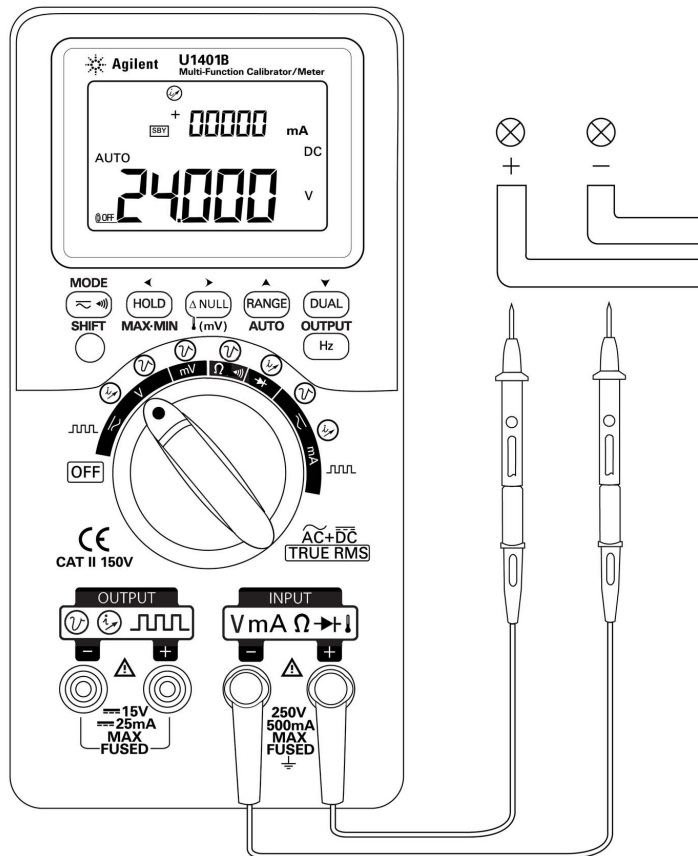

Abbildung 3-1 DC-Spannungsmessung
- 3 Verbinden Sie die roten und schwarzen Testleitungen jeweils mit dem positiven und negativen Eingangsanschluss (Abbildung 3-1 auf Seite 47).